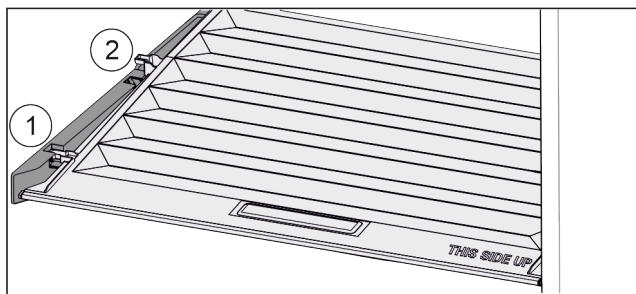

Fig. 38
- ▶ Deksel tot de opening in de vasthouddelen naar voren trekken Fig. 38 (1).
- ▶ Aan de achterkant vanaf de onderkant omhoog tillen en vanaf de bovenkant verwijderen Fig. 38 (2).